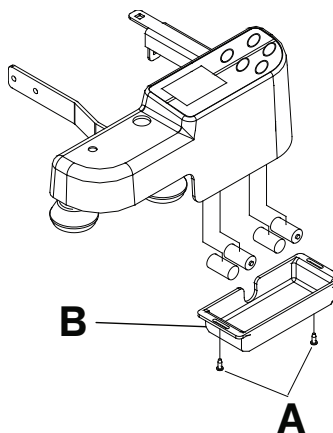

Figure 19 – Remplacement des batteries
1. À l'aide d'un tournevis cruciforme n° 2, retirer les deux vis (A) qui fixent le couvercle du compartiment à batteries (B) au boîtier (Figure 19).